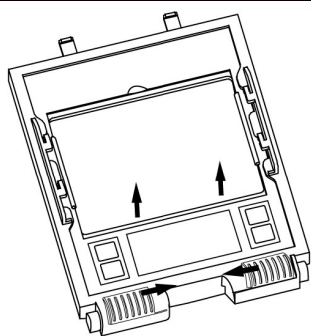

FIG. 9
- Per sostituire la lente di protezione frontale rimuovete il gruppo filtro (Fig. 9) spingendo i due blocchi del filtro verso l'interno.
- Per sostituire il filtro, rimuovete il gruppo filtro dalla maschera (Fig.9). Flettete la parte superiore del supporto e rimuovete il filtro (Fig. 10). Montate il nuovo filtro con attenzione